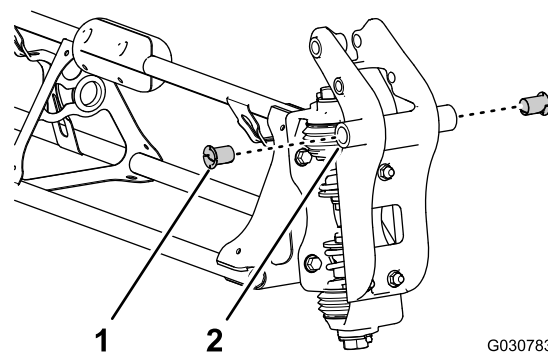

Рисунок 124
- Вставьте нейлоновые фланцевые втулки в отверстия диаметром 31,8 мм (1 1/4 дюйма) с каждой стороны крепления оси поворота (Рисунок 124).